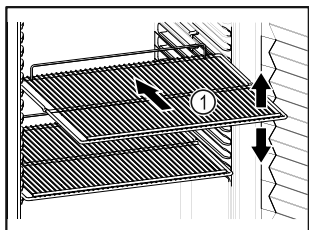

Fig. 56 Príklad zobrazenia
- Ak sa dajú odkladacie rošty Fig. 56 (1) premiestniť, prispôbte výšku.